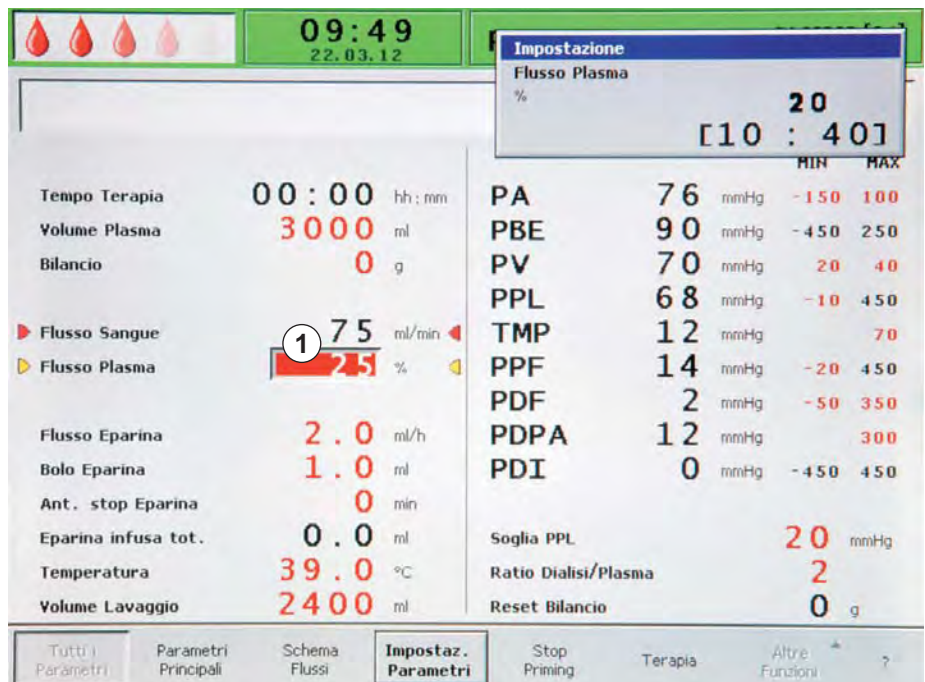

Fig. 3-22 Impostazione dei parametri nella videata *Tutti i Parametri*
☞ Il campo del parametro viene visualizzato con sfondo rosso e testo bianco (Fig. 3-22, ①).